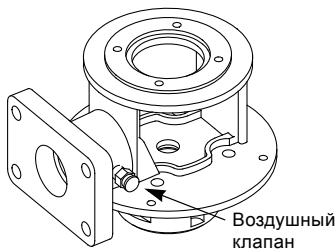

Рис. 13 Положение воздушного клапана
2. Если насос оснащён воздушным клапаном, клапан следует открыть. См. рис. 13.